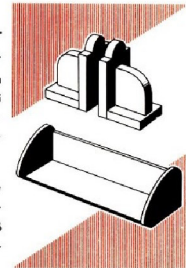

Bild 15 Montieren der Bügelsäge
- c) Bügelsäge auf die Welle des Spindelstocks 2 aufschrauben (Gewinde M 14) durch Rechtsdrehen der Riemenscheibe 2a des Spindelstocks. Dabei Getriebe (Exzenter) der Säge blockieren durch Aufsetzen des Inbusschlüssels auf das Führungsrohr (siehe Bild 15).